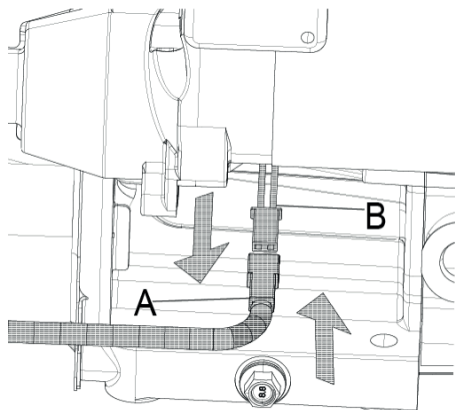
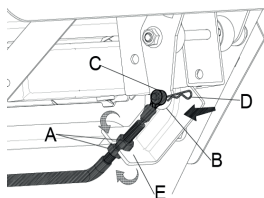
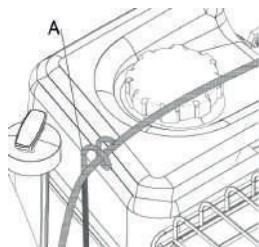

Рис. 8
Рис. 10
Рис. 11
**ШАГ ПЯТЫЙ:** подсоедините провода к двигателю (нет необходимости в изделии без подсветки). Подсоедините провода от панели к проводу, выходящему из двигателя (рис. 8).
- 2) Прежде чем вставить конец кабеля управления крышкой желоба (рис. 10) в нужное положение, открутите два винта А (рис. 10). Закрепите его на стержне (В, рис. 8) с помощью штифта В (D, рис. 10), затем затяните два винта к основанию (Е, рис. 10), чтобы закрепить кабель. Прижмите кабель к направляющей (А, рис. 11) для крепления.